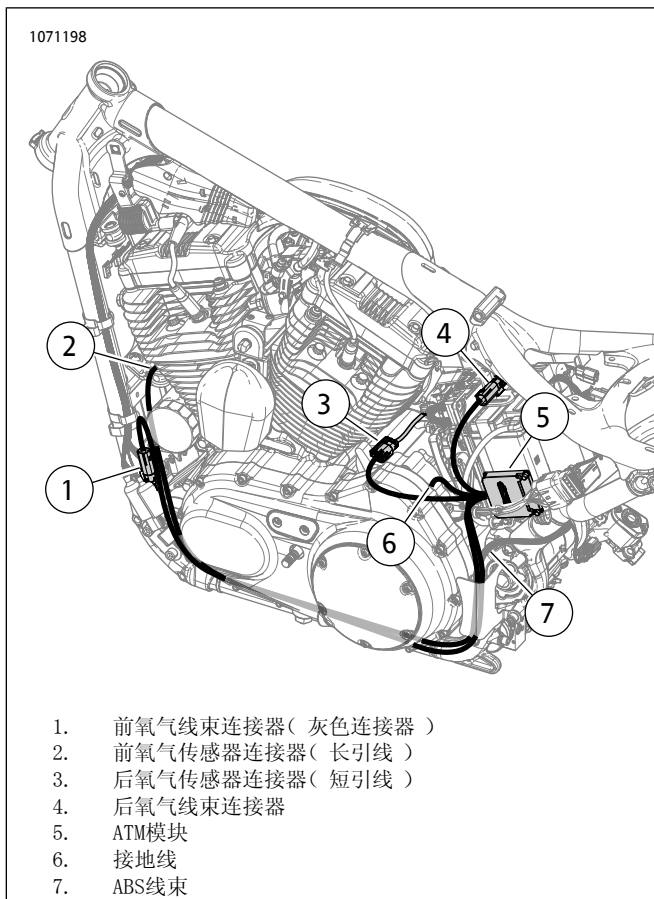

图50. 布设ATM线束(占位符)
12. 参见图50。安装ATM模块(5)。
参见图50。布设ATM接地线(6)并连接至清洁接地螺柱。拧紧至：